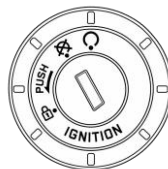

Figura 23
4. Gire a chave de ignição para a posição de TRAVA e retire a chave (verifique a **figura 23**).